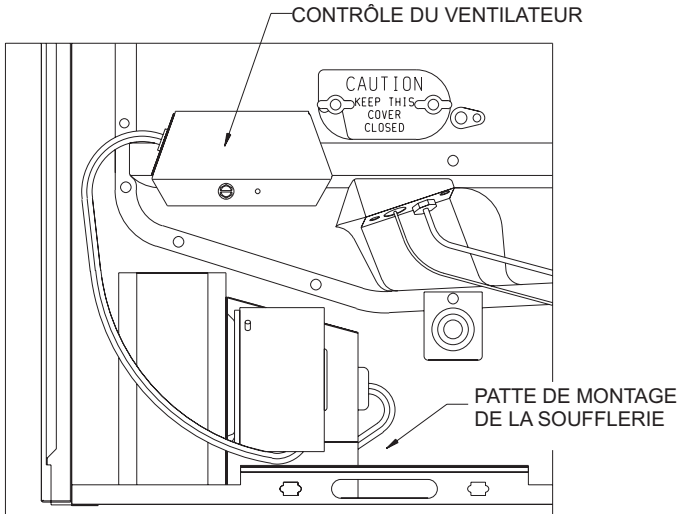

Figure 1
**INSTALLATION DE LA SOUFFLERIE FACULTATIVE DVB-1.** La soufflerie doit être placée comme le montre la figure 1. Si nécessaire, relocaliser la ligne de gaz en employant l'adaptateur coudé à la valve de gaz et déplacer le générateur piezo-allumeur à la prochaine vis. Une patte sur le bas de la paroi intérieure s'introduit dans la fente de l'assemblage de la soufflerie et doit être attaché avec une vis sur le devant.